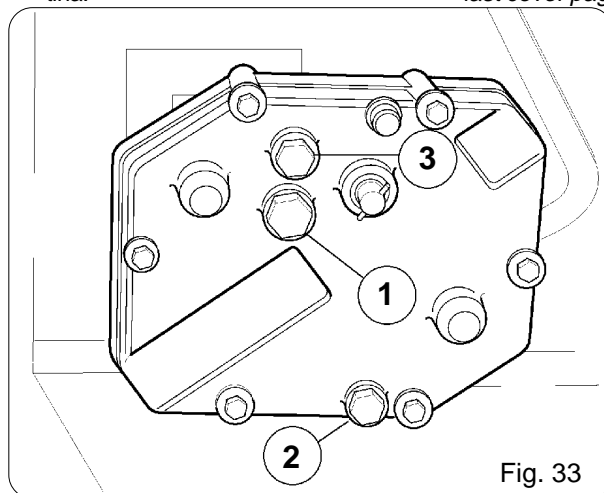

Fig. 33
- Verificare il livello di olio nella scatola cambio, eventualmente ripristinarlo fino al livello (1 Fig. 33). Nell'eseguire il ripristino, è consigliabile usare lo stesso tipo di olio (ACER 22).
- tappo scarico olio, 2 Fig. 33;
- tappo carico olio, 3 Fig. 33.
- Check the oil level in the speed change gear box and top up to level (Fig. 33, «1») whenever necessary using the same type of oil (ACER 22) whenever possible.
- oil drainage plug, 2 Fig. 33;
- oil filling plug, 3 Fig. 33.
- Den Ölstand im Getriebegehäuse überprüfen und gegebenenfalls bis zum Stand auffüllen (1 Abb. 33). Es wird empfohlen, den gleichen Öltyp (ACER 22) zum Auffüllen zu verwenden.
- Ölablaufstutzen, 2 Abb. 33;
- Öleinfullstutzen, 3 Abb. 33.
- Contrôler le niveau d'huile dans la boîte de vitesse, et remplir le cas échéant jusqu'au niveau prévu (1 Fig. 33). Pour cette opération, nous conseillons d'utiliser le même type d'huile (ACER 22).
- bouchon vidange huile, 2 Fig. 33;
- bouchon remplissage huile, 3 Fig. 33.
- Verificar el nivel del aceite en la caja del cambio, eventualmente restablecerlo hasta alcanzar el nivel (1 Fig. 33); al efectuare el restablecimiento, tener cuidado de utilizar el mismo tipo de aceite (ACER 22).
- Tapón de desagüe del aceite, 2 Fig. 33;
- Tapón de carga del aceite, 3 Fig. 33.